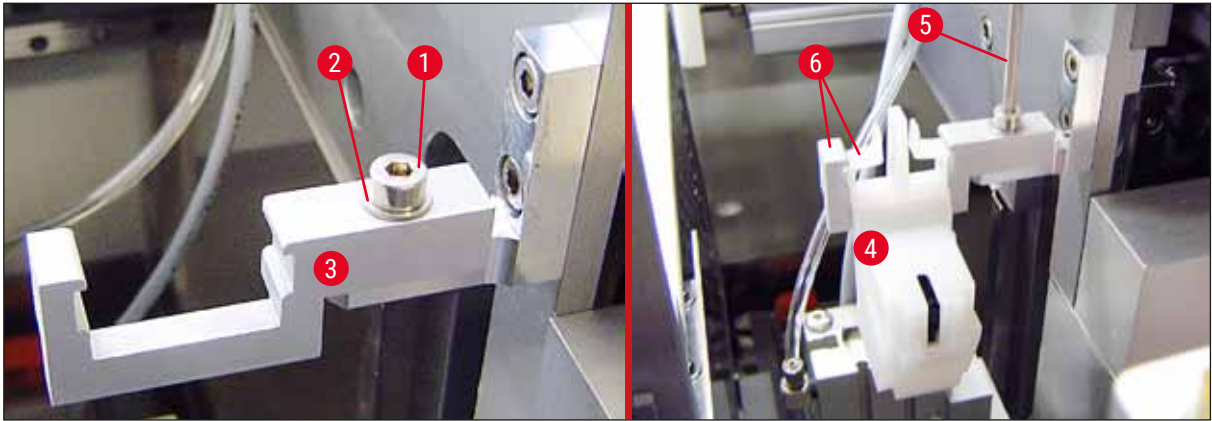

Fig. 22
4. Sett den fullstendig monterte dysevaskeren (→ Fig. 22-4) inn i holderen slik det fremgår av (→ Fig. 22). Trykk ned for å kontrollere at de to sidefesteklemmene (→ Fig. 22-6) griper i hakkene på braketten med et klikk.